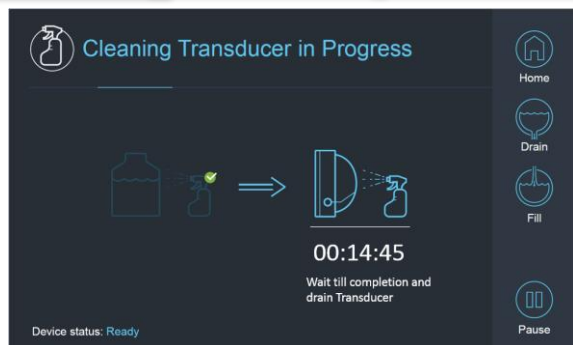

Fig. 3A: Ecrã de “Limpeza do Transdutor em Curso” **Fig. 3B:** Ecrã de «Limpeza do Transdutor em Curso»
- ☐ Inicie o temporizador «Limpeza do Transdutor» premindo o botão «Iniciar»  no Ecrã (Figure 3A) ou no Controlador Remoto do Sistema de Água